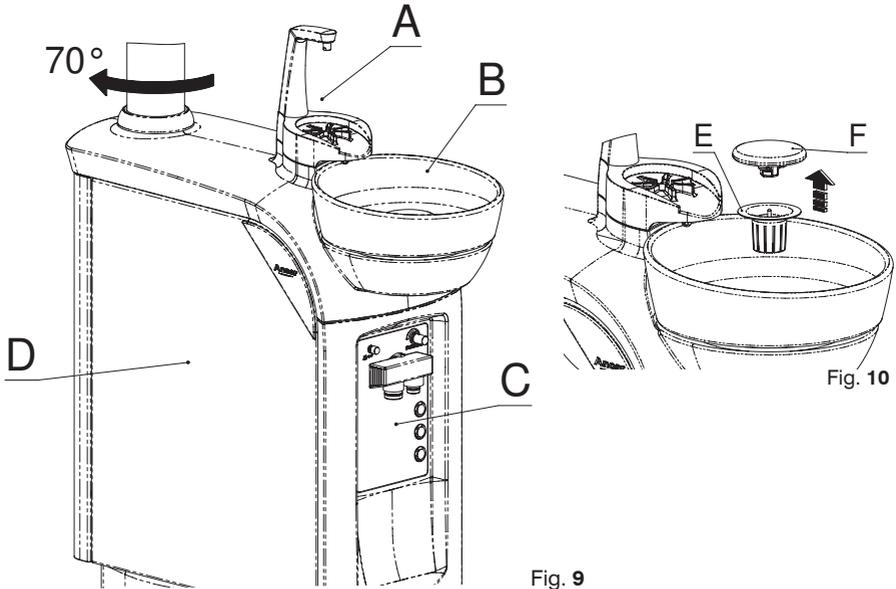

Fig. 9
Le groupe hydrique peut effectuer une rotation d'environ 70° approx. par rapport au bras de support, facilitant l'ergonomie du travail quotidien. La partie supérieure comporte le support du gobelet (A) et le crachoir (B) en porcelaine, pour une meilleure hygiène (fig. 9).